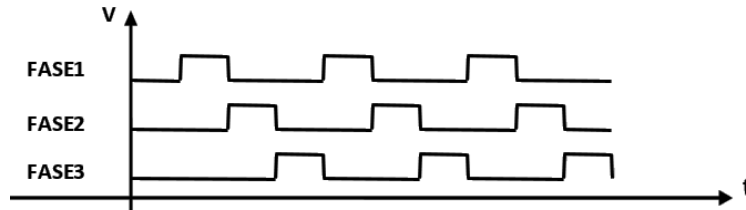

Figura 6.3
2. El alumno diseñará un circuito secuencial digital que genere una secuencia como la mostrada en la figura 6.3 considerando que la frecuencia de los pulsos debe ser variable, de modo que haga girar al motor de manera continua y con velocidad variable.